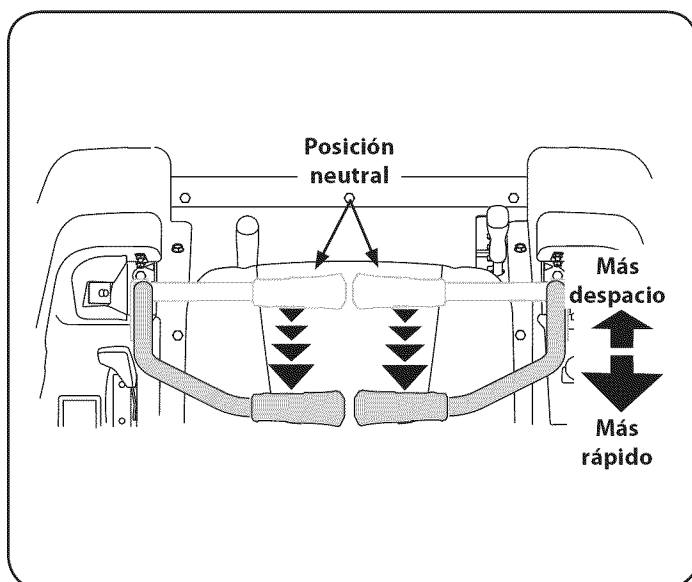

Figura 17
1. Mueva las dos palancas de control lenta y suavemente hacia atrás. El tractor comenzará a moverse hacia atrás. Vea la Figura 17.